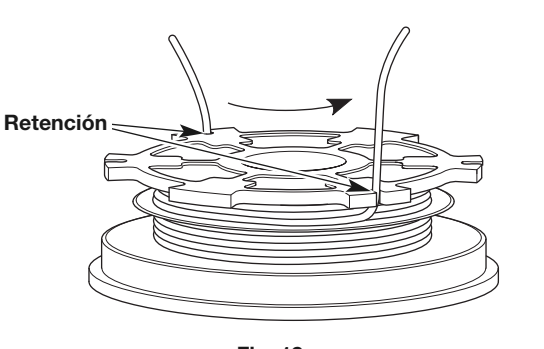

Fig. 18
3. Inserte las dos secciones de 6 pulgadas dentro de las dos ranuras de retención de 0.095 (Fig. 18).
4. Inserte las dos secciones de 6 pulgadas dentro de las dos ranura de retención de 0.095 (Fig. 18).